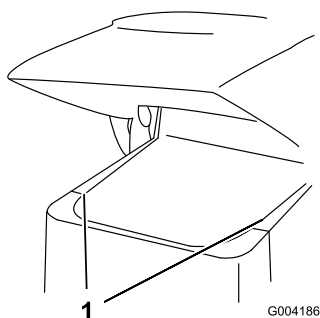

Figura 28
- Fate scorrere le griglie laterali (Figura 28) verso l'alto e al di fuori delle fessure nella griglia e nel telaio anteriori.